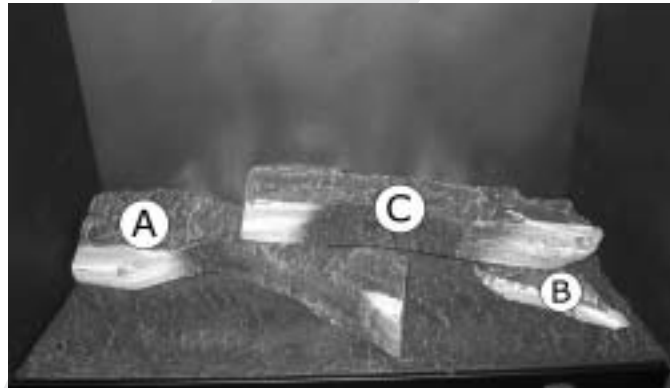

Abbildung 13
5. Legen Sie Block C so an der rechten Seite auf den Boden, dass dieser schräg über Block A liegt (**Abbildung 13**); Block C muss ein wenig auf Chip B aufliegen (**Abbildung 14**).